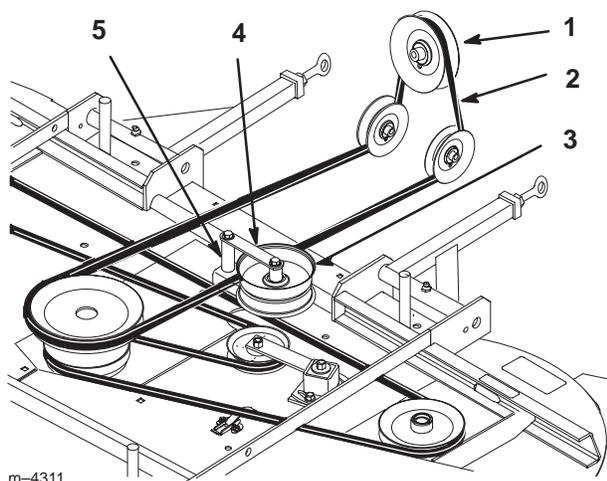

Figure 66
3. Déposez la courroie d'entraînement de PdF de l'embrayage, des poulies de tension arrière et de la poulie centrale supérieure du plateau de coupe (Fig. 66).
4. Retirez le boulon, l'écrou, la rondelle et l'entretoise de l'ensemble support de poulie de tension. Retirez la courroie de l'ensemble support (Fig. 66).
6. Placez la courroie dans l'ensemble support de poulie de tension. Remettez le boulon, l'écrou, la rondelle et l'entretoise dans l'ensemble (Fig. 66).